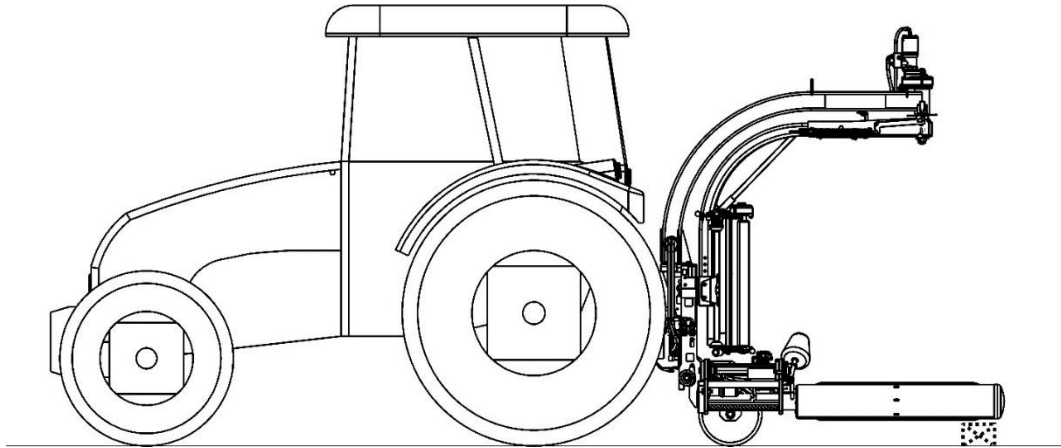

Рисунок 10. Положение обмотчика при соединении и разъединении с приводом трактора
- При подсоединении к трактору обмотчик должен быть установлен на твердой ровной и горизонтальной поверхности (рис. 10). Выключите двигатель трактора, выньте ключ из замка зажигания и включите стояночный тормоз трактора.
- Установите обмотчик в месте хранения на твердом и ровном основании (рис. 10). Для обеспечения горизонтального положения обмотчика можно использовать прилагаемые опоры барабана.